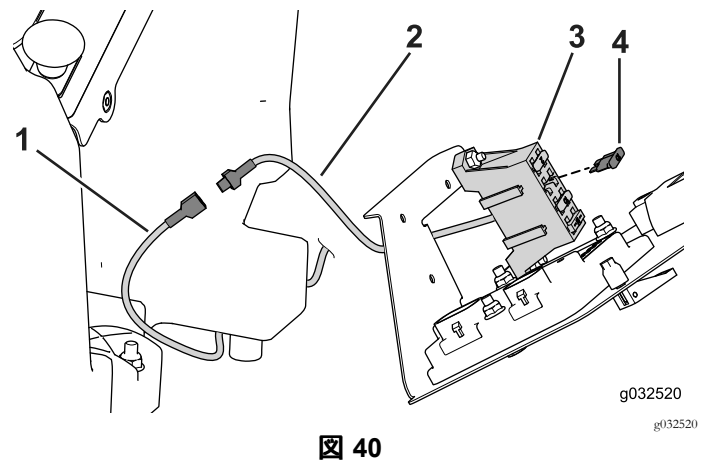

図 40
2. 補助電源ワイヤをオペレータコントロール部に導く 図 40。
3. 補助電源ワイヤを、ヒューズブロックの空いているリード線に接続する 図 40。
4. 補助電源用のヒューズブロックにヒューズ 10A を取り付ける 図 40。